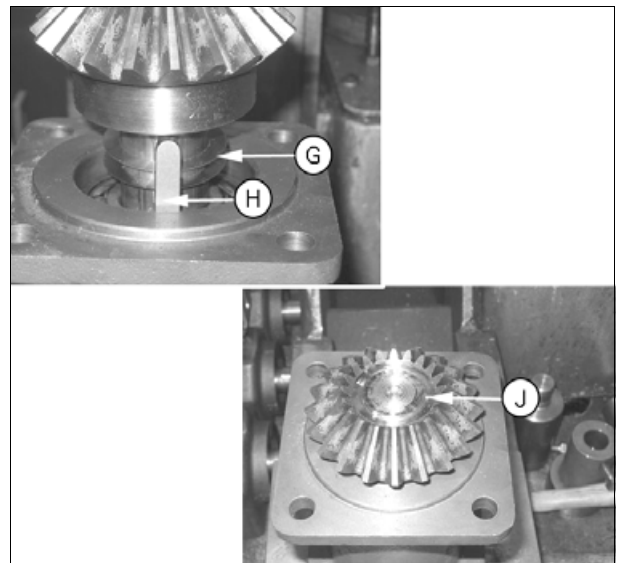

Рис. 7.
- После сборки стакана и корпуса проверьте боковой зазор в передаче: Зафиксируйте вал (K). Закрепите на конце вала (L) пластину такой длины, чтобы ее конец находился на одной линии с краем стакана, как показано на рисунке. Зазор должен составлять $6 + 2/-0$ мм. При необходимости воспользуйтесь регулировочными прокладками (G) (рис. 7).